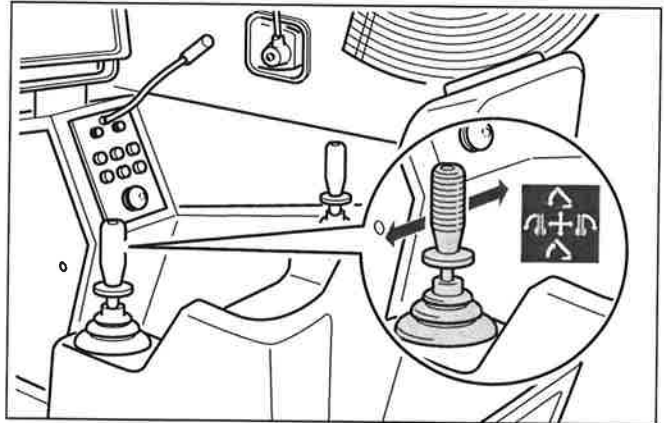

Abb. 60/1 Steuerhebel Drehen
- Steuerhebel *Drehen* in Richtung nach rechts oder links auslenken (Abb. 60/1).